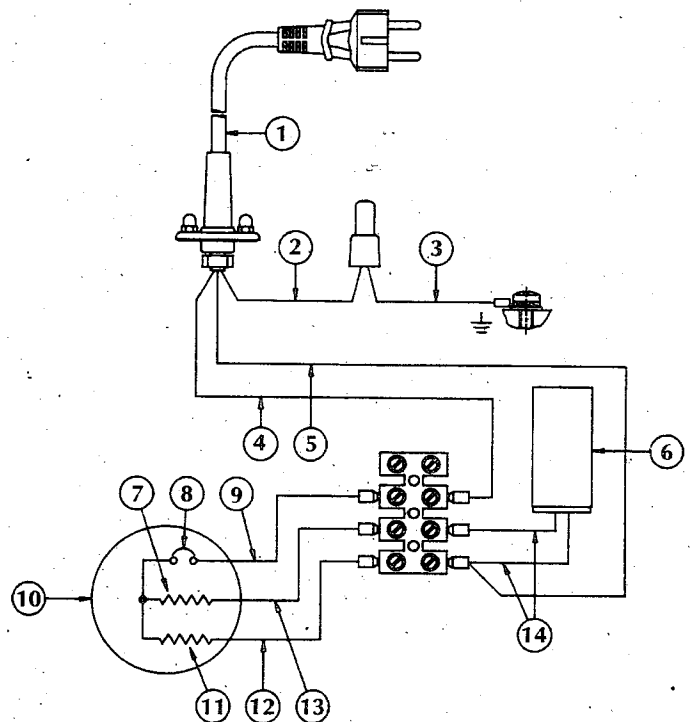

fig. 4 - Abb. 4 - fig. 4 - kuva 4 - afb. 4 - fig. 4 - εικ. 4
15.4. LEDNINGSDIAGRAM FOR ENKELTFASET ELEKTROPUMPE UDEN FLYDEKONTAKT (fig. 4)
15.4. ELEKTRISCHE SCHEMA MONOFASE ELEKTROPUMP ZONDER DRIJVER (afb. 4)
15.4. ESQUEMA ELÉCTRICO DA BOMBA MONOFÁSICA SEM FLUTUADOR (fig. 4)